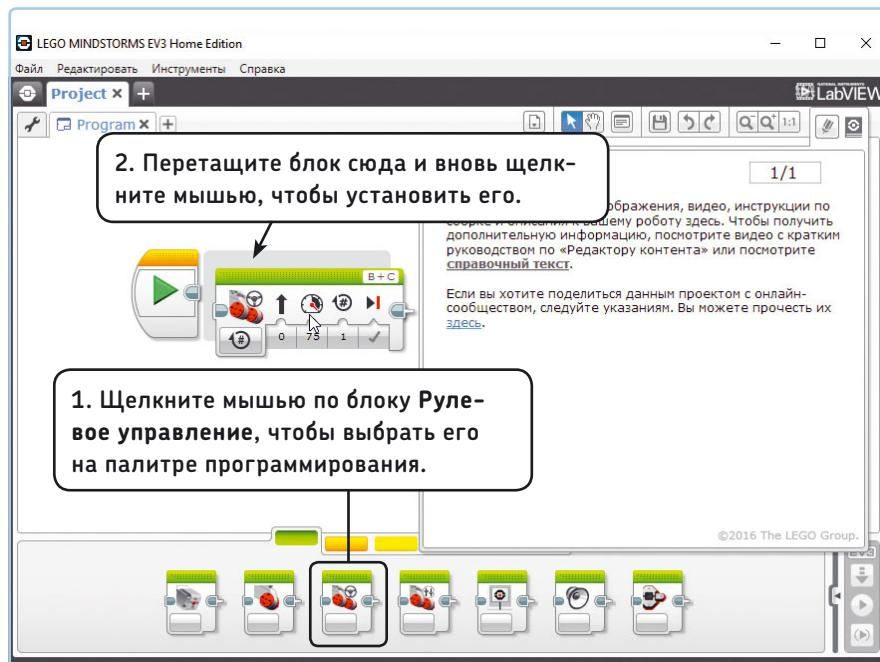

Рис. 3.4. Загрузка программы в память модуля EV3 робота и ее запуск. Если буквы EV3 на панели подсвечены красным, значит, робот успешно подключен к компьютеру
- Теперь нажмите кнопку **Загрузить и запустить** (Download and Run) (рис. 3.4). Компьютер загрузит созданную программу в модуль EV3 вашего робота, который после этого начнет двигаться вперед. Чтобы загрузить и запустить эту программу еще раз, нажмите кнопку **Загрузить и запустить** (Download and Run) еще раз.